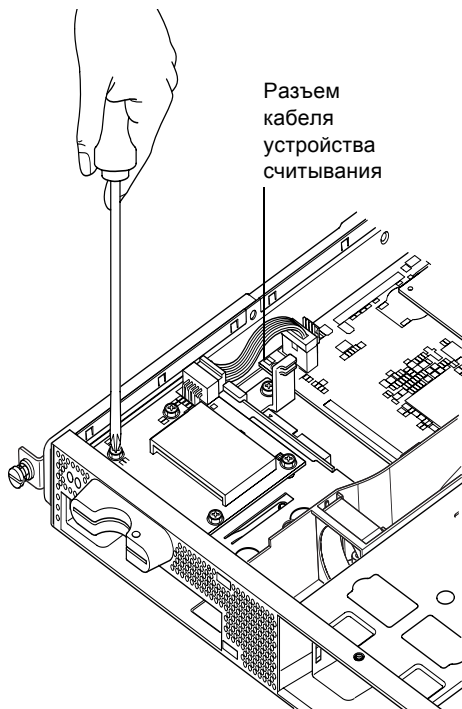

РИС. 11-2 Извлечение устройства считывания платы системной конфигурации
- 2. Вскрыв сервер и положив его на антистатическую подкладку, а также надев на запястье надлежащим образом заземленный антистатический браслет, отсоедините кабель питания от разъема на плате устройства считывания карты памяти (см. РИС. 11-2).**
- 3. Открутите винты, фиксирующие плату устройства считывания в верхней части отсека для дисководов компакт-дисков (см. РИС. 11-2).**